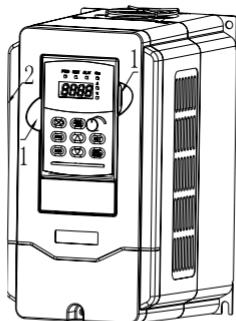

图 3-3 操作面板的拆卸
按图 3-3 中 1 方向用力压操作面板卡钩，按 2 方向抬起操作面板本体。
请参考图 3-3、3-4。
- (1) 接线前, 确保已完全切断电源 10 分钟以上, 否则有触电危险。
- (2) 严禁将电源线与变频器的输出端 U、V、W 连接。
- (3) 变频器本身机内存在漏电流, 为保证安全, 变频器和电机必须安全接地, 接地线一般线径为 3.5mm^2 以上铜线, 接地电阻小于 10Ω 。
- (4) 变频器出厂前已通过耐压试验, 用户不可再对变频器进行耐压试验。
- (5) 变频器与电机之间不可加装电磁接触器和吸收电容或其它阻容吸收装置, 如图 3-3。
- (6) 为提供输入侧过电流保护和停电维护的方便, 变频器应通过中间断路器与电源相连。
- (7) 继电器输入输出回路的接线(DI1~DI6、DO1、DO2、DO3), 应选用 0.75mm^2 以上的绞合线或屏蔽线, 屏蔽层一端悬空另一端与变频器的接地端子 E 相连, 接线长度小于 50m。